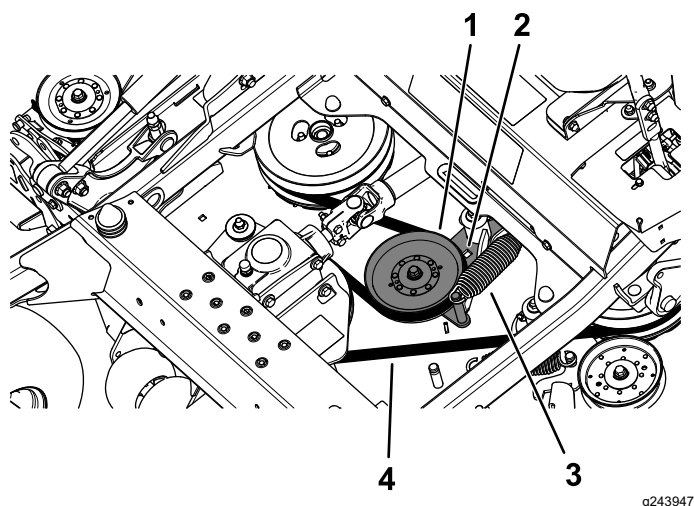

Figura 63
5. Utilice una llave de carraca en el taladro cuadrado del brazo tensor para aliviar la tensión del muelle tensor (Figura 63).
6. Retire la correa de las poleas de la carcasa de corte (Figura 63).